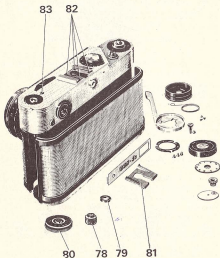

Рис. 10
3.6.1. Открыть заднюю стенку фотоаппарата. Зафиксировать поводок обратной перемотки, отвернуть головку 78 (рис. 10) и гайку 79.